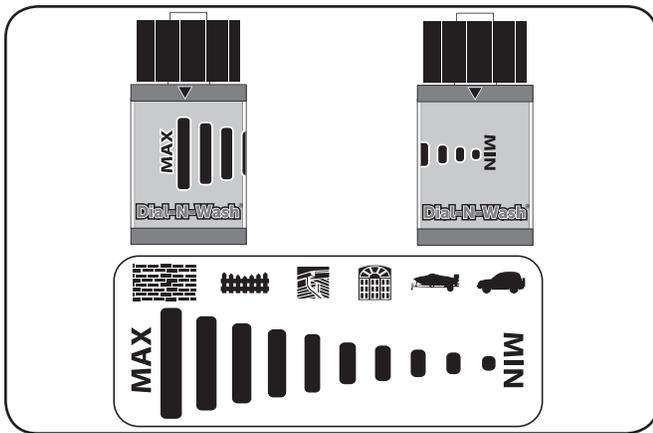

Figure 4-3
2. La pression est réglée en usine à la pression maximale (MAX); la flèche est alignée avec ce réglage. Voir Figure 4-3.
3. Tournez le bouton de réglage de la pression dans le sens anti-horaire jusqu'à ce qu'il s'arrête au réglage MIN; la flèche s'alignera avec ce réglage. Voir Figure 4-3